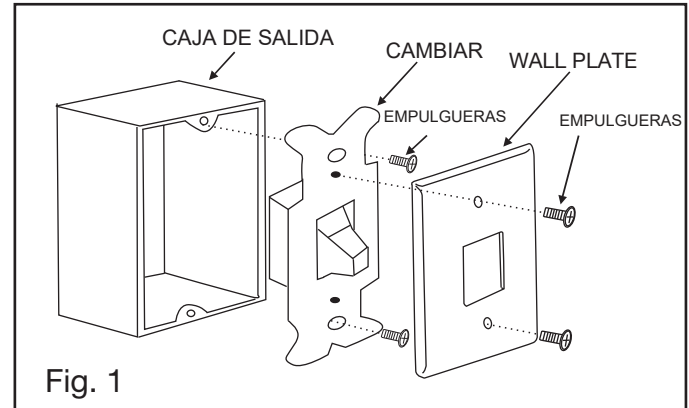

Fig. 1
- 1 Coloque la cuchilla sobre el brazo de la cuchilla y alinee la cuchilla con los agujeros de montaje en los brazos de la cuchilla. Repita este procedimiento sin apretar el tornillo hasta que los 3 tornillos y tuercas hayan comenzado en el brazo de la cuchilla (Fig. 1).
- 3 Sujete el ensamblaje de la cuchilla al motor con los tornillos provistos y las arandelas de seguridad mediante la llave de brazo de cuchilla. (Fig. 1) Repita el procedimiento para las cuchillas restantes. ¡Asegúrese de que los tornillos estén apretados! Los tornillos flojos del motor pueden contribuir al zumbido innecesario durante la operación. (Figura 2)